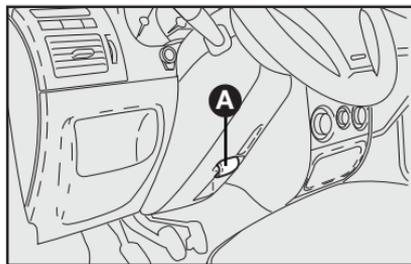
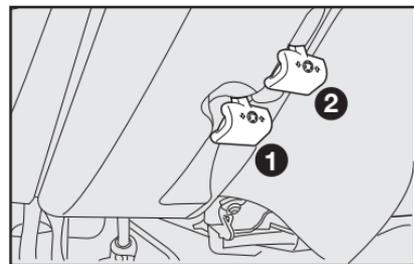

fig. 12
fig. 13
## VOLANTE - fig. 12 e 13
- 1) Deslocar a alavanca **A-fig. 12** para a posição **2-fig. 13**;